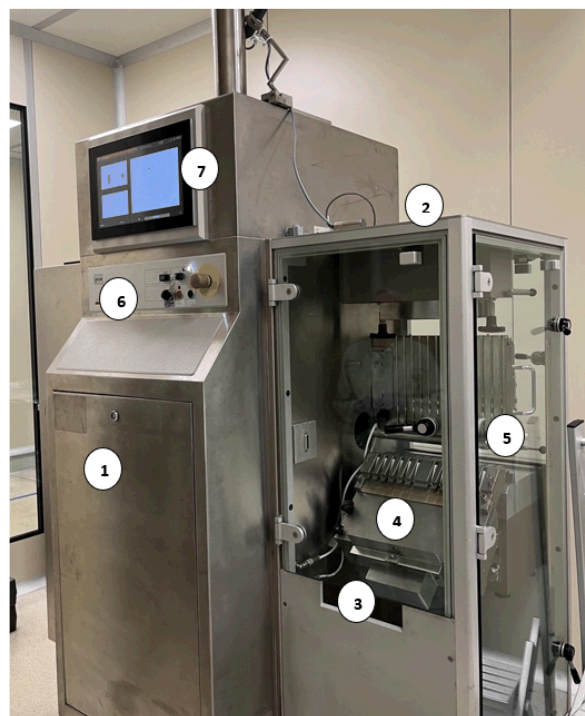

Fig.1
- discesa attraverso le molle (Fig.1 -5)